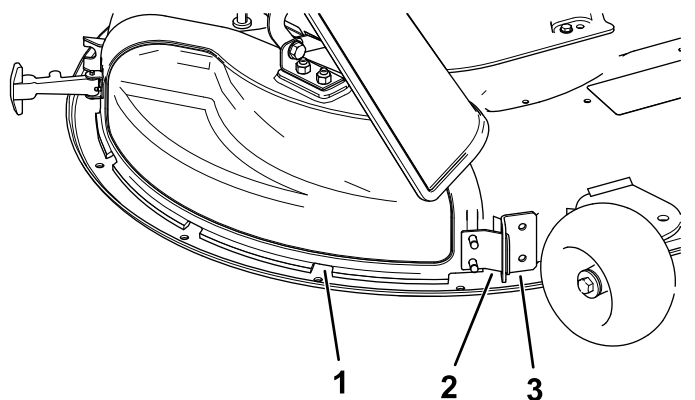

Figure 7
5. Inclinez la languette en métal sur le couvercle d'éjection pour la sortir de la fente du support qui est soudé au plateau de coupe (Figure 7).